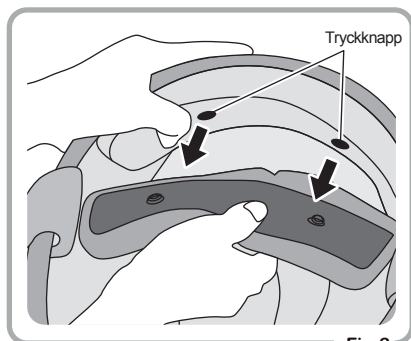

Fig.2
- 2 Öppna de 2 bakre tryckknapparna och sedan kan den inre kudden avlägsnas. (Fig.2)